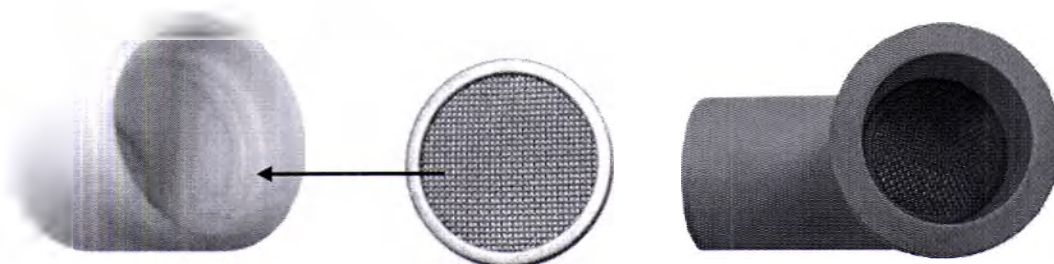

Рис. 5-11. Расположение защитной сетки внутри угольника.
- Обратите внимание, что в угольнике обязательно должна быть установлена защитная сетка, вставленная между двух внутренних окружных пазов (см. рис. 5-11).